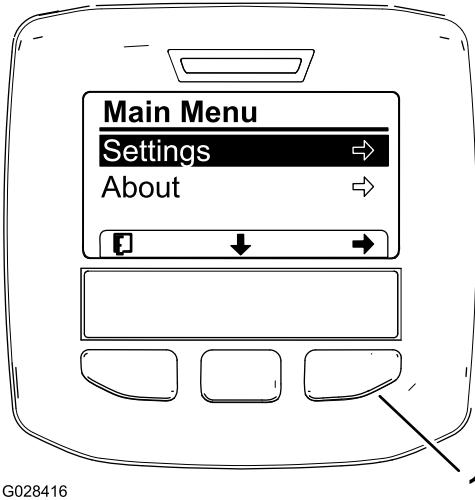
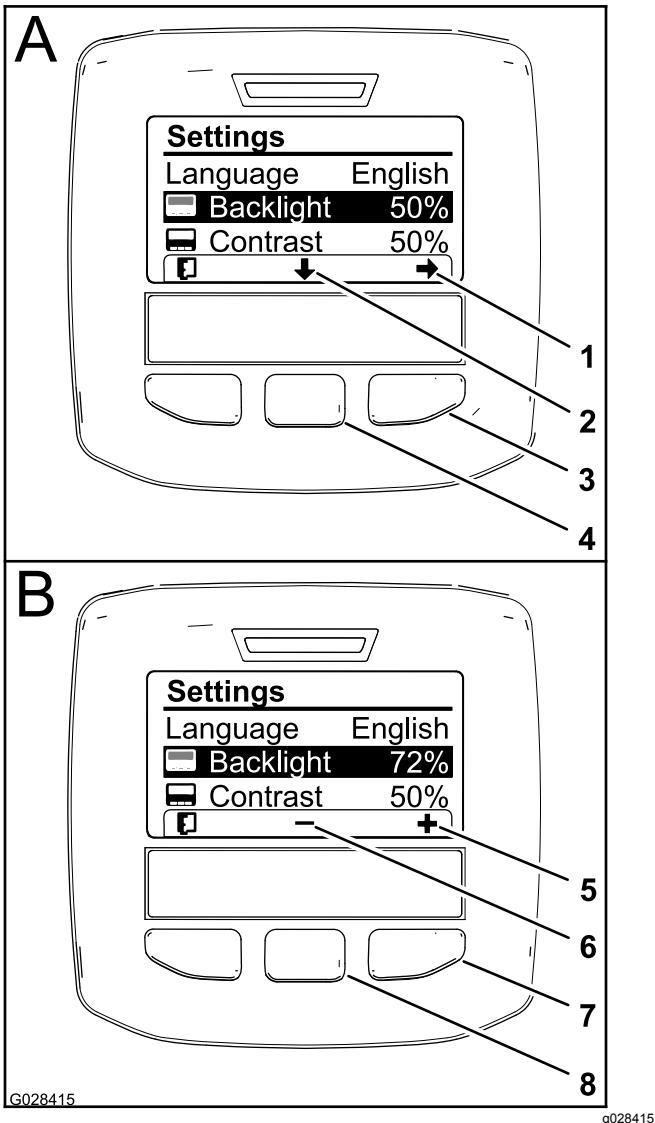

図 20
図 22
- 中央ボタンをもう一度押してメインメニューを表示させる 図 20。
5. 左ボタンを押すと、選択中の項目が記憶され、設定メニューを終了し、メインメニューへ戻る 図 20。
2. 表示に使用する言語を変更するには、中央ボタン画面上で下向きの矢印で示されているボタンを押し、画面を下にスクロールして Language という選択肢を出す 図 22。
3. 右ボタンを押すと数値の変更ができるようになる図 22。
4. 中央ボタンと右ボタンとを使って表示画面の明るさを調整する 図 22。
5. 左ボタン終了アイコンの下にあるボタンを押すと、選択中の項目が記憶され、設定メニューを終了し、メインメニューへ戻る 図 22。
押し、画面を下にスクロールして Contrast という選択肢を出す 図 22。
7. 右ボタンを押すと数値の変更ができるようになる 図 22。
8. 左ボタン終了アイコンの下にあるボタンを押すと、選択中の項目が記憶され、設定メニューを終了し、メインメニューへ戻る 図 22。
9. 左ボタンを押すと、設定メニューを終了し、メインメニューへ戻る 図 20 と 図 22。
10. 左ボタンを押すとホーム画面に戻る 図 22。